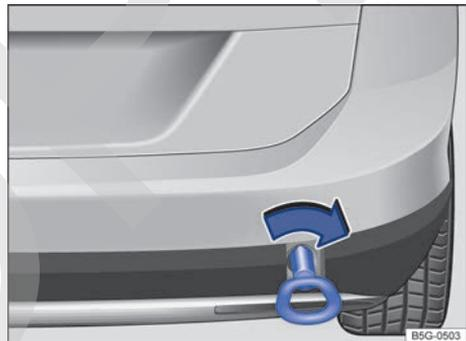

Fig. 191 En el lado derecho del paragolpes trasero: enrosca la argolla de remolque.
El alojamiento de la argolla de remolque enrosca se encuentra en el lado derecho del paragolpes trasero detrás de una tapa → **fig. 191**, → **⌚**.
- Enrosque la argolla de remolque en el alojamiento → fig. 191 girándola al máximo **en el sentido de las agujas del reloj** → ⓘ. Utilice un objeto adecuado con el que pueda enroscar completa y firmemente la argolla de remolque en su alojamiento.